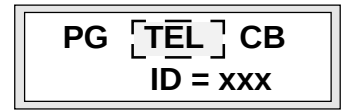

Fig. 26
- » **CB** Indicazione di Call Back (Fig. 26)